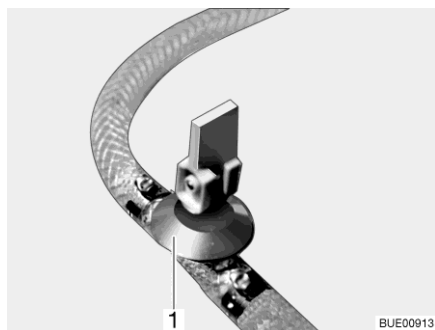

Fig. 168 Rubinetto di scarico (con leva a bilanciare)
- Chiudere tutti i rubinetti di scarico. A tale scopo, posizionare la leva a bilanciare del rubinetto di scarico (Fig. 168,1) in orizzontale.